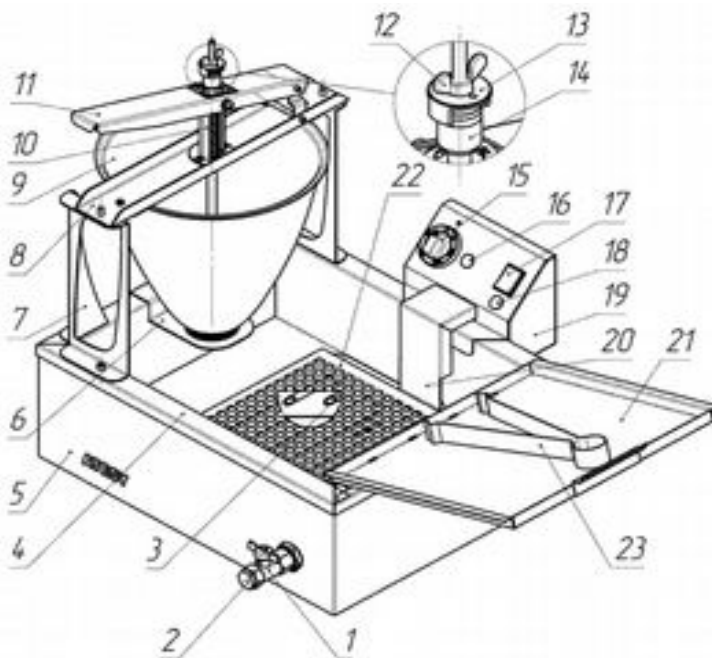

Рис. 1 Общий вид
3.9. Во избежание ожогов всегда устанавливайте и плотно затягивайте пробку сливного крана (2) (Рис.1).
4.14. Плавно, без рывков и ударов, нажмите до упора на рычаг дозатора (11) (рис.1) и отпустите его. Обратный ход рычаг совершит самостоятельно. При этом сформируется пончик стандартного размера весом около 25 грамм и упадет в разогретый фритюр.
Нажимать на рычаг дозатора (11) (рис.1) для формирования следующего пончика следует через 7 – 15 секунд (в зависимости от консистенции теста). Чем круче тесто, тем реже необходимо нажимать на рычаг дозатора. В противном случае тесто не будет успевать затекать в дозирующую головку и пончик будет формироваться некачественно.
4.15. По мере поджаривания пончика с одной стороны, переверните его, используя для этой операции пинцет кулинарный (23), который входит в комплект аппарата.